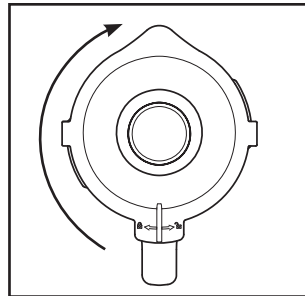

Fig. 2
- 4) Premere saldamente di nuovo il coperchio ❷ sull'inserto mixer ❸ in modo sfalsato. Chiudere il coperchio ❷, ruotandolo in senso orario nella posizione , fino a percepirne l'innesto (vedere Fig. 2). Verificare che il beccuccio dell'inserto mixer ❸ sia chiuso. Il motore può avviarsi solo quando il coperchio ❷ è posizionato a filo.